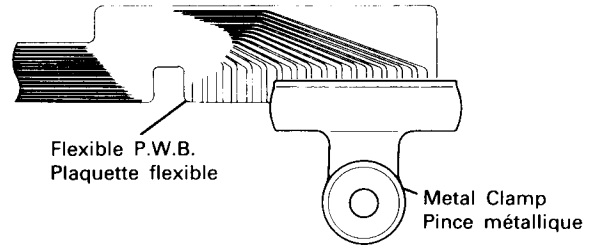

Fig. 16
7) Since the Flexible P.W.B. can be cut easily make sure not to use excessive force when servicing the Unit Mechanism Assembly (replacing parts). Ground the flexible P.W.B. after it is removed by clamping it with a metal clamp or similar metal object. (Fig. 16)
7) Etant donné que la plaquette flexible être facilement cassée, veiller à ne pas appliquer de force excessive lors de la réparation de l'ensemble du mécanisme de l'unité. Relier à la terre la plaquette flexible - après avoir enlevée - à l'aide d'une pince métallique ou d'un objet métallique similaire (Fig. 16).